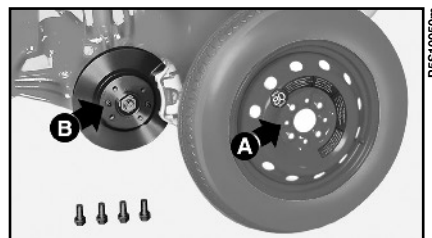

fig. 5
13) Monter la roue de secours, en veillant à ce que les trous **A-fig. 5** coïncident avec les ergots correspondants **B**.